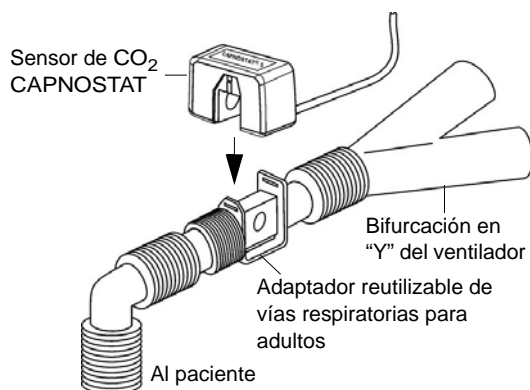

Figura 2
1. Coloque el conjunto del sensor de CO2 CAPNOSTAT 5/adaptador de vías respiratorias entre el codo y la bifurcación en “Y” del circuito del ventilador, tal como se muestra en la Figura 2.